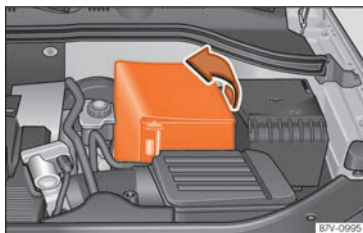

Fig. 299 En el vano motor: despliegue la cubierta de la batería del vehículo.
- En el caso de una cubierta: retire la cubierta desplegándola hacia un lado » » » **fig. 299**.